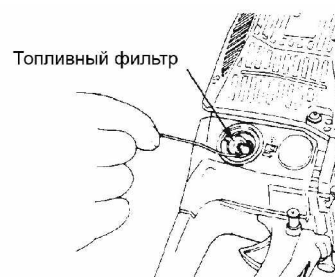

Рис. 24.
2. Топливный фильтр. См. Рис. 24.